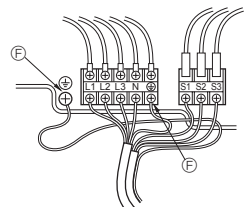

Fig. 6-2
### 6.1. Εξωτερική μονάδα (Fig. 6-1, Fig. 6-2)
- 2 Συνδέστε τα καλώδια που αναφέρονται στην Fig. 6-1 και στην Fig. 6-2.